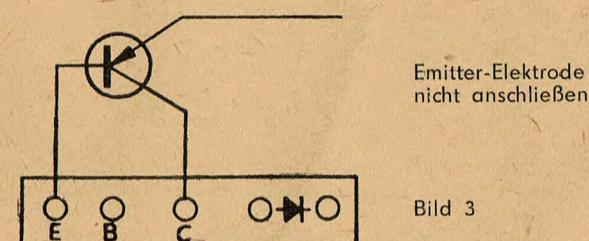

Bild 3
Sicher läßt sich die Zonenfolge bestimmen, wenn der Transistor in Basis-Schaltung betrieben wird. Zu diesem Zweck ist der Prüfling gemäß Bild 3 anzuschließen. Der Umschalter (6) befindet sich in Stellung „Diode“, die Taste „ I_{CEO} “ ist zu drücken.
Man prüft wieder in der in Bild 3 dargestellten Schaltung und den im Punkt 3.3.3.3. angegebenen Schalterstellungen: